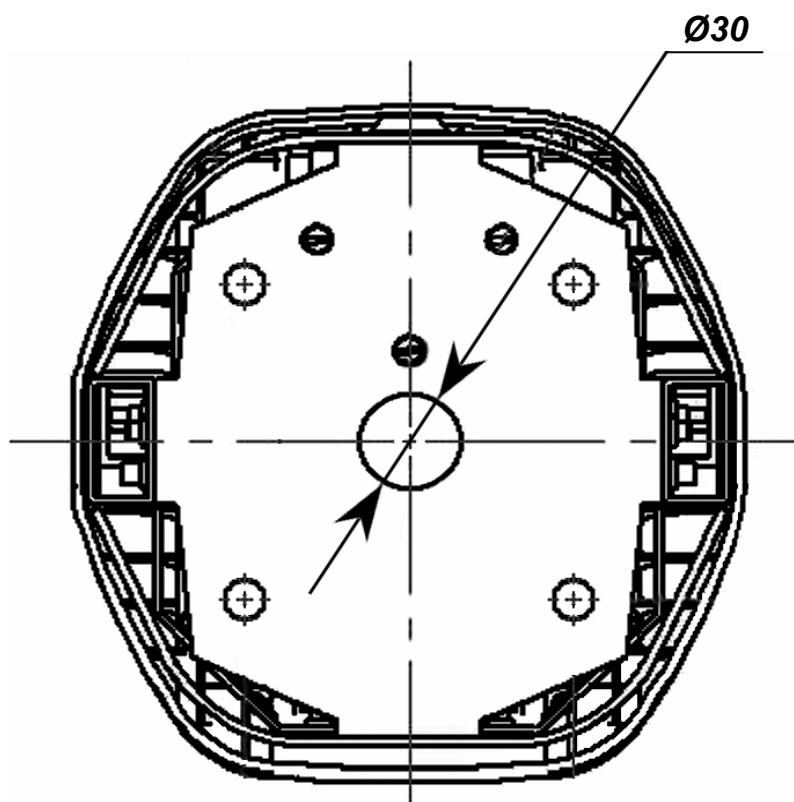

Рисунок 5 – Вид снизу на основание (2) картоприёмника:
7.2.6 Положите картоприёмник на установочную поверхность стенкой (5) вниз таким образом, чтобы его основание (2) находилось рядом с зоной А. Через центральное отверстие Ø30 мм в основании (см. рисунок 5) протяните кабели (9)*, (10)* и (11)* внутрь картоприёмника по направлению к стенке (5) и далее вверх по ней к плате управления картоприёмником. Длина концов кабелей, остающихся в картоприёмнике после их протяжки, должна быть достаточной для их последующего подключения (см. п. 7.2.9). Рекомендуется закрепить все кабели на внутренних сторонах основания (2) и стенки (5) с помощью стяжек неоткрывающихся** и площадок самоклеящихся**.
* Кабели (9), (10) и (11) не входят в комплект поставки картоприёмника.